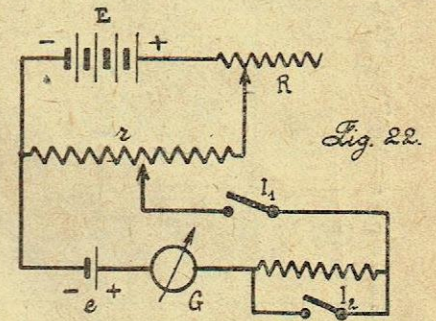

Fig. 22.
d) MÉTHODE DE POGGENDORF MODIFIÉE. DISPOSITIF POTENTIOMÉTRIQUE DE BOUTY. — La résistance r est constituée par un potentiomètre, de façon à garder la même intensité i dans les deux expériences (fig. 22). Les ex-